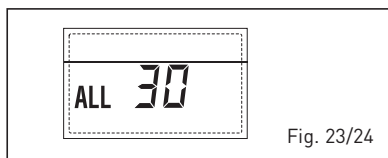

Fig. 23/24
- **ANOMALÍA SONDA DE IMPULSIÓN DE LA CASCADA "AL 31" (fig. 23/25)**